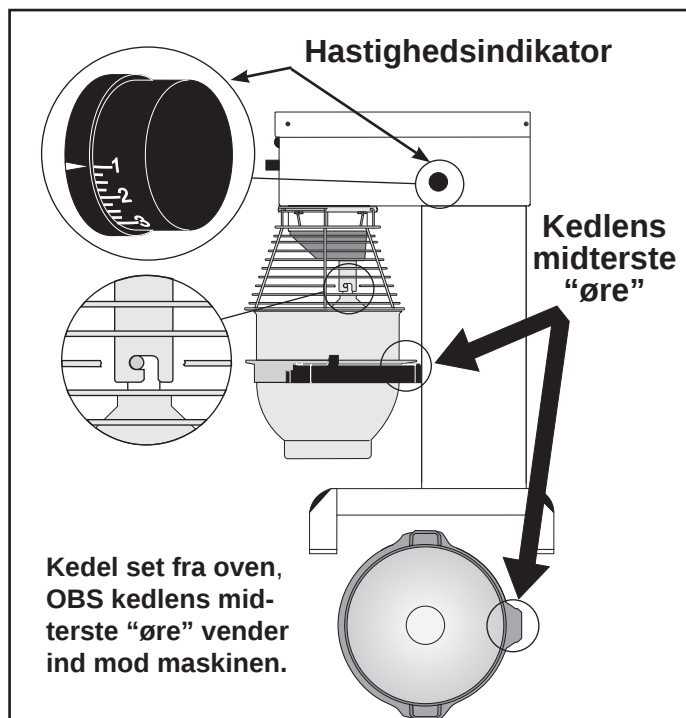

Fig. 2
- B** **OBS:** kedelbøjlerne skal være i laveste stilling. Kedel placeres i kedelbøjlerne. Kontroller at kedlen er skubbet helt tilbage i bøjlerne og at kedelringens „midterste øre“ vender ind mod maskinen (**fig 2**). Røreværktøjet placeres i bajonetakslen. Tappen på værktøjet skal drejes helt ind i bajonethullet. Sikkerhedsskærmen lukkes.
- F** Drej på **drejekappen** til den ønskede hastighed er fundet, hastigheden aflæses på indikatoren på maskinens side (**fig.2**). Se maskinens maxhastigheder (**fig.1**).